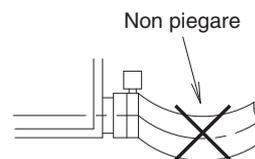

Fig. 27
- Non piegare il tubo flessibile di scarico (1) nell'unità interna. **(Fare riferimento alla Fig. 27)** (Ciò potrebbe causare rumori anomali, come gorgogliamenti.) (L'eventuale piegamento del tubo flessibile di scarico (1) potrebbe danneggiare la griglia di aspirazione.)